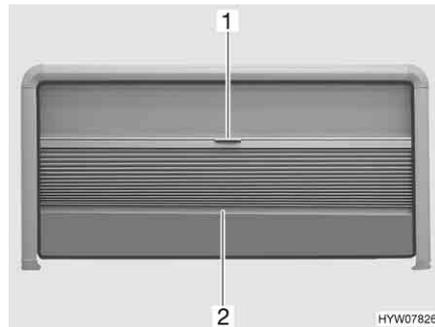

Bild 69 Ausstellfenster
- Die Faltdunklung in der Mitte des Abschluss-Stabes (Bild 69,2) fassen und vorsichtig nach unten ziehen.
- Den Abschluss-Stab (Bild 69,2) der Faltdunklung in der Mitte halten und die Faltdunklung vorsichtig nach oben schieben.
- Den Insektenschutz am Griff (Bild 69,1) vorsichtig nach unten ziehen.
- Den Insektenschutz am Abschluss-Stab der Faltdunklung (Bild 69,2) langsam ganz nach oben schieben.